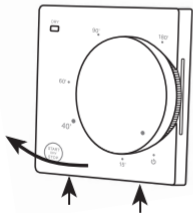

Рис. 5-1
1. Снимите лицевую крышку. Для этого тонкой шлицевой отверткой аккуратно поочередно надавите на защелки, расположенные снизу лицевой крышки таймера, при этом потянув ее на себя (рис. 5-1).